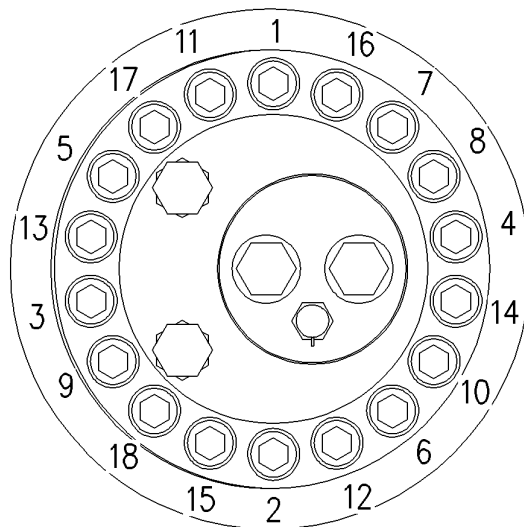

Рисунок 4
Рисунок 4 g06186345
2. Затяните четыре болта в точках (1), (2), (3) и (4), показанных на рис 4, вручную. Затяните болты так, чтобы ролик был без перекосов зафиксирован на каретке.
3. Затяните болты в последовательности, указанной на рис. 4. Все болты, окружающие концентричный кулачок, затяните с моментом затяжки 23 Н·м (17 фунто-футов).
9. Затяните четыре болта в точках (1), (2), (3) и (4), показанных на рис. 4, вручную. Затяните болты так, чтобы ролик был без перекосов зафиксирован на каретке.
10. Затяните болты в последовательности, указанной на рис. 4. Все болты, окружающие концентричный кулачок, затяните с моментом затяжки 23 Н·м (17 фунто-футов).
13. Верните болты (8) в первоначальное положение и затяните контргайки.